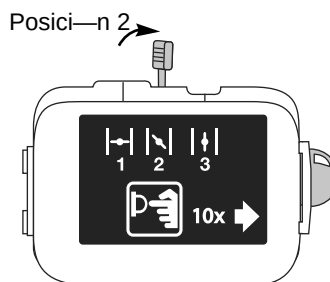

Fig. 9
7. Coloque la palanca del obturador en Posici—n 2 (Fig. 9).